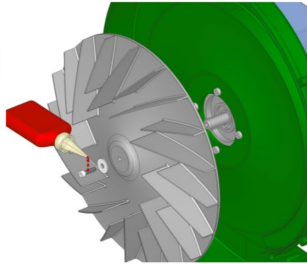

ABBILDUNG 4
2. Das Lüfterrad  $\varnothing$  310 an der Welle des Elektromotors befestigen. Hierzu 1 Zylinderschraube mit Innensechskant M5 UNI 5931 plus Unterlegscheibe UNI 6593 (Befestigungselemente im Lieferumfang) auf ein Anzugsmoment von max. 8 Nm festziehen. Für einen wirksameren Anzug wird der Einsatz einer Schraubensicherung (Loctite 270 oder gleichwertiges Mittel) empfohlen, (ABBILDUNG 4);